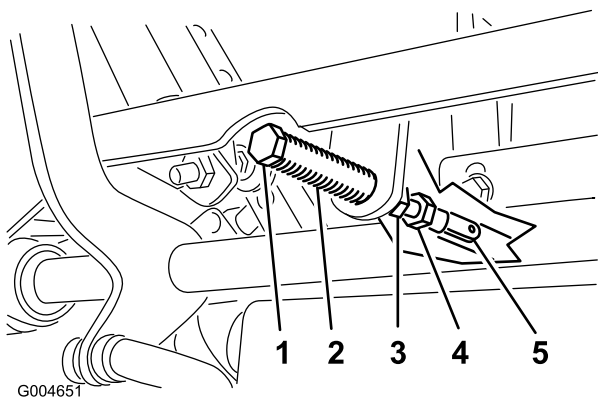

Bild 63
5. Ziehen Sie den Hebel zurück, bis der Lastösenbolzen (am Arm über der Gelenkwelle) das Schlitzende berührt (und soeben Druck auf die Feder ausübt) (Bild 63).
7. Sollte eine Einstellung erforderlich sein, lockern Sie die Mutter und die Klemmmutter gegen das Joch (Bild 63).
8. Drücken Sie den Fahrtriabshebel leicht nach hinten, drehen Sie den Kopf der Einstellschraube in die entsprechende Richtung, bis der Schalthebel in der Neutralsperrstellung zentriert ist (Bild 63).
9. Ziehen Sie die Mutter und die Klemmmutter an (Bild 63).
9. Ziehen Sie die Klemmmuttern an den Kugelgelenken fest (Bild 63).